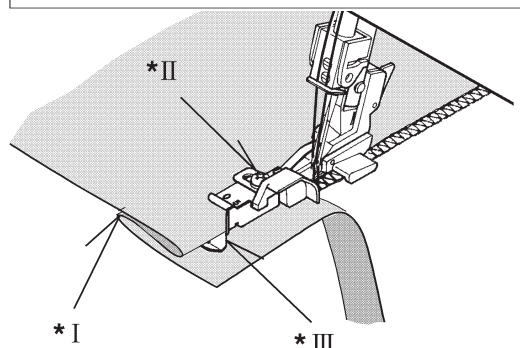
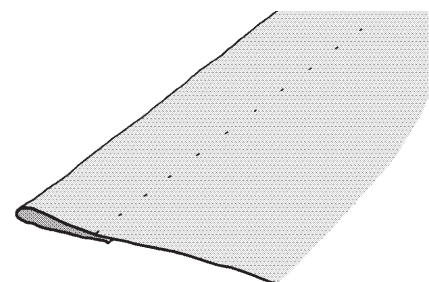

Fig. 2
Fig. 3
3. Als u tevreden bent over het naaimonster, start u met naaien. De buitenzijde van de naad wordt afgesneden Zie Fig. 2. Pers, na het naaien, de zoom plat. De steken moeten bijna onzichtbaar zijn op de goede kant van de stof. Zie Fig. 3.